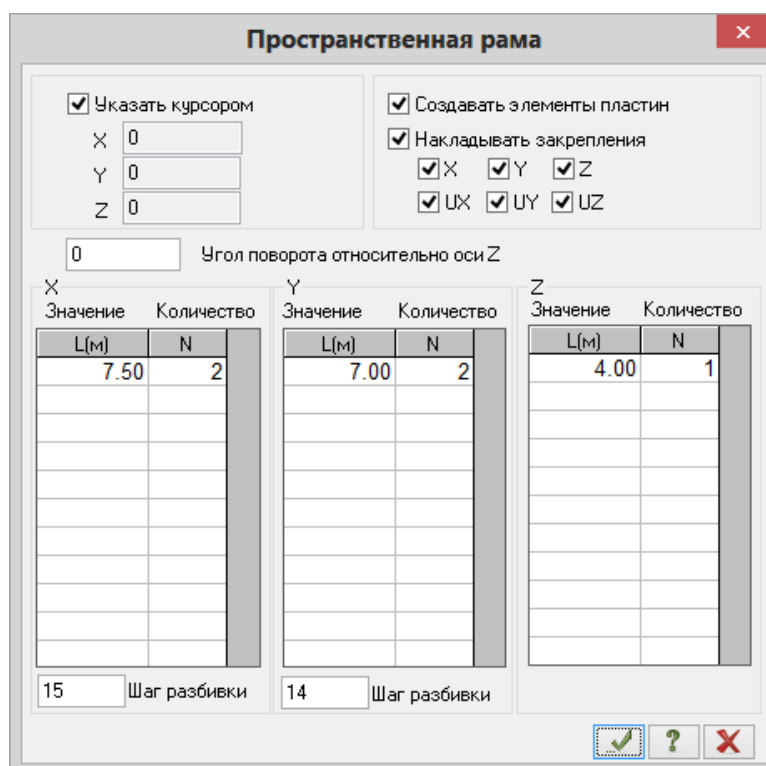

Рис.7.2. Диалоговое окно Пространственная рама
- В этом диалоговом окне задайте следующие параметры пространственной рамы (рис.7.2):